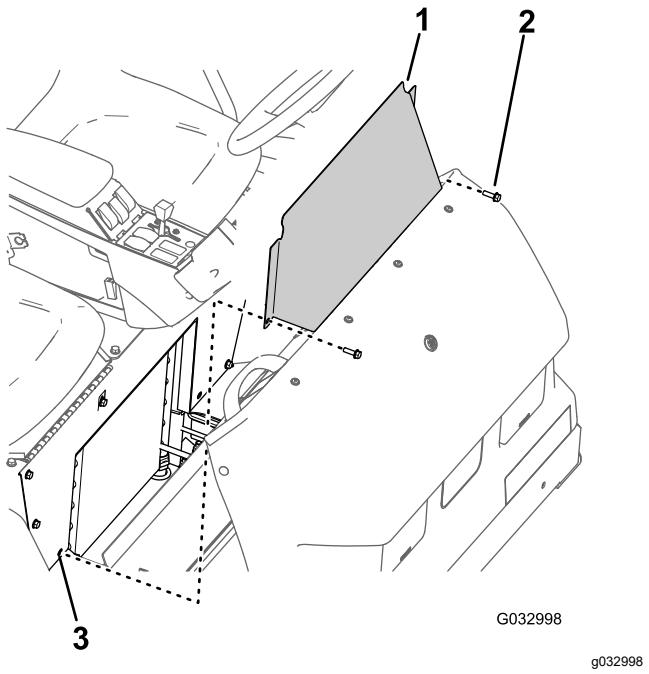

Figura 66
1. Retire los 2 pernos con arandela prensada que sujetan el panel de acceso de la base del asiento a la base del asiento (Figura 66).
2. Retire el panel de acceso de la base del asiento de la máquina (Figura 66).
2. Monte el panel de acceso de la base del asiento en la base del asiento con los dos pernos con arandela prensada (Figura 66) que retiró en el paso 1 de Retirada del panel de acceso de la base del asiento (página 57).
1. Alinee los taladros del panel de acceso de la base del asiento con los taladros de la base del asiento (Figura 66).